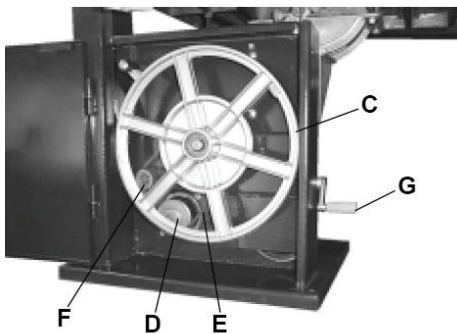

Рис. 24
Нижній шків (С) Рис. 24.
- Один шків знаходиться на проміжній осі, а інший – на осі двигуна (D) (рис. 24).
- «V»-подібний ремінь (E) (Рис. 24) проходить через шків на проміжній осі, через шків на осі двигуна та через плоский натяжний ролик (F) (Рис. 24). Натягнення ременю здійснюється за допомогою рукоятки (G) (Рис. 24).